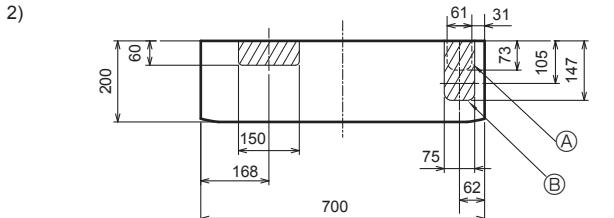

Fig. 3-8
2) Sağ aşağıya veya sola aşağıya boru yerleştirme (Fig. 3-8)